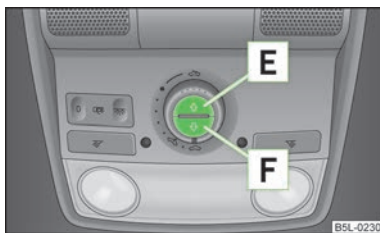

Fig. 21
Se puede abrir o cerrar la cortinilla antisolar enrollable individualmente con las teclas » fig. 21.
- Para abrir por completo pulsar brevemente la tecla **E** » fig. 21.
- Para abrir por completo pulsar brevemente la tecla **F** » fig. 21.
Para activar la cortinilla antisolar pulsar la tecla **F** » fig. 21 de la página 39 durante aprox. 10 segundos.